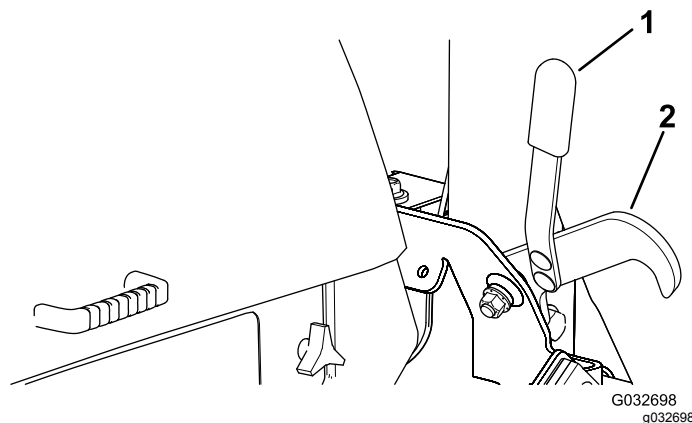

Figura 29
2. Siéntese en el asiento del operador y gire la llave de contacto a la posición de MARCHA (Figura 29).